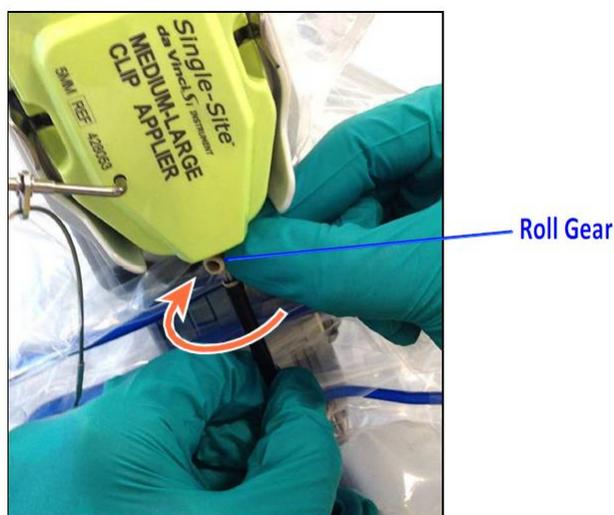

Figura 3 - Gire o mecanismo de rotação (peça de cor marrom) enquanto mantém a haste na posição
- Se a cobertura externa preta da haste ou outros componentes dentro da caixa estiverem bloqueando a haste de ser empurrada de volta para a caixa, um leve giro no mecanismo de rotação (a peça de cor marrom) pode ajudar a mover a obstrução (Figura 3).